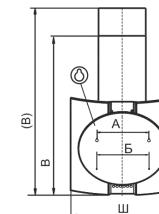

рис. 2
6.1 Установка кухонной вытяжки (рис.2):
- вверните два самонарезающих винта 6x50 мм (размер «A», рис. 2);
- навесьте вытяжку через отверстия типа «замочная скважина» и дополнительно закрепите его двумя самонарезающими винтами 6x50 мм (размер Б, рис. 2);